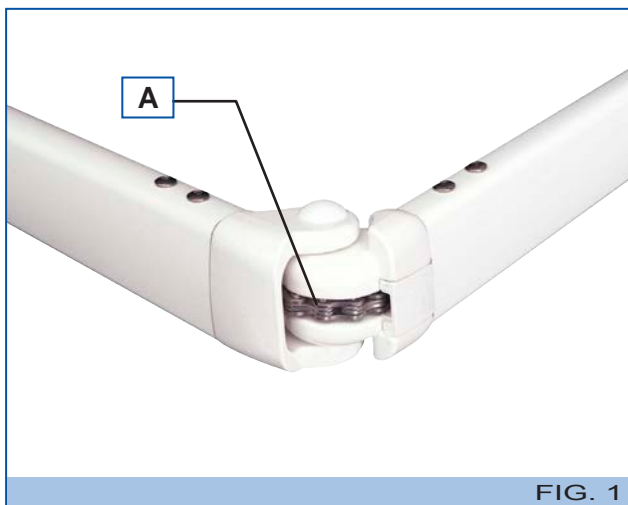
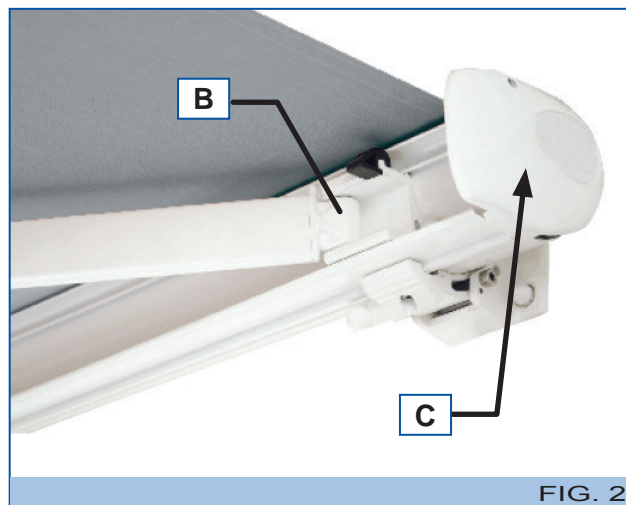

FIG. 1
FIG. 2
- Bei Gelenkarmen mit Kette die Kette, das Gelenk (A – Abb. 1) und das Oberarmgelenk (B – Abb. 2) schmieren.
- Die gegenüber der Steuerung (Motor oder Getriebe – Kurbel) angebrachte Wellkapsel schmieren (C – Abb. 2).